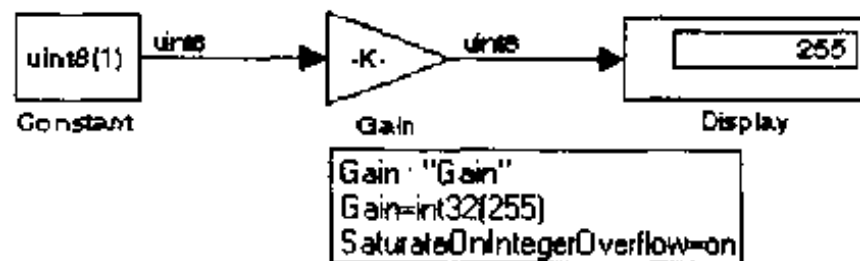

图 3.42 模型组成
- (1) 如果信号的数据类型不同于参数,Simulink 会停止仿真,并显示出错信息。例如图 3.42 所示的模型。